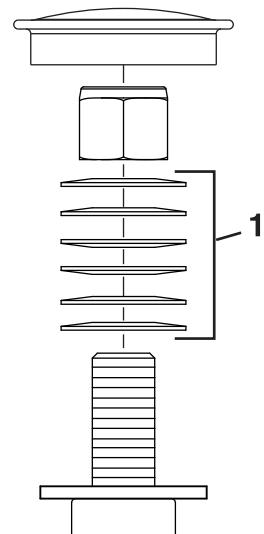

Figure 54
3. Déposez le capuchon protecteur de la roue pivotante et serrez le contre-écrou (Figure 54).
4. Continuez de serrer le contre-écrou jusqu'à ce que les rondelles élastiques soient aplatis, puis desserrez-le d'un quart de tour pour obtenir la précharge correcte des roulements (Figure 54).
**Important:** Veillez à placer les rondelles élastiques correctement, comme montré à la Figure 54.
5. Reposez le capuchon protecteur (Figure 54).